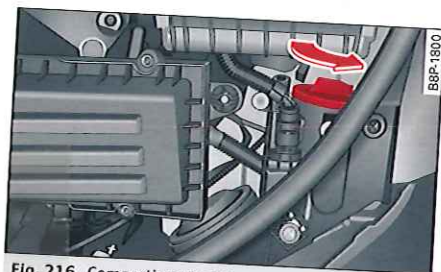

Fig. 216 Compartment-moteur : retrait du couvercle du boîtier (feu de jour côté gauche)
- Tournez le couvercle dans le -sens de la flèche- $\Rightarrow$ fig. 216 et retirez-le.